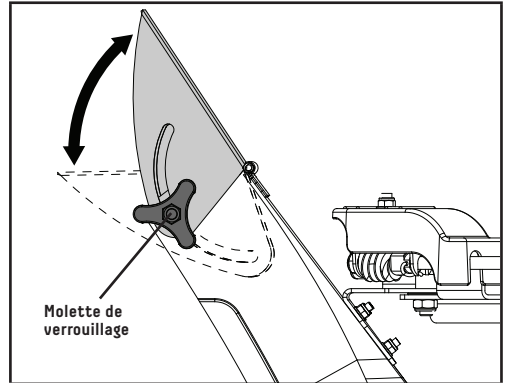

Figure 18
Votre souffleuse à neige a 6 vitesses en marche avant et 2 en marche arrière (figure 18).
2. Mettez le levier de commande de la vitesse sur la vitesse (marche avant ou marche arrière) que vous voulez (figure 18).